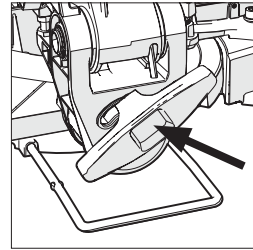

Abb. 20
- Lösen Sie die Verriegelungsschraube der Schräge (**Abb. 20**).